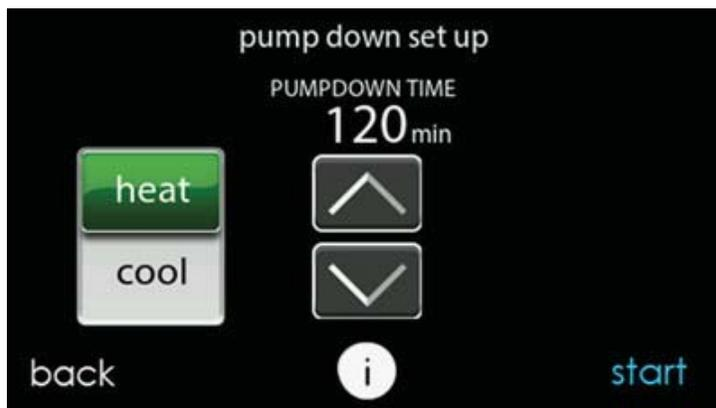

Fig. 22 – Pantalla "Pump Down Setup" (Configuración de bombeo) A200040
3. El modo de bombeo COOL (Enfriamiento) permite aislar el refrigerante en una unidad para exteriores. Establezca el período deseado. El período predeterminado para el procedimiento es de 120 minutos. Consulte la Fig. 22.